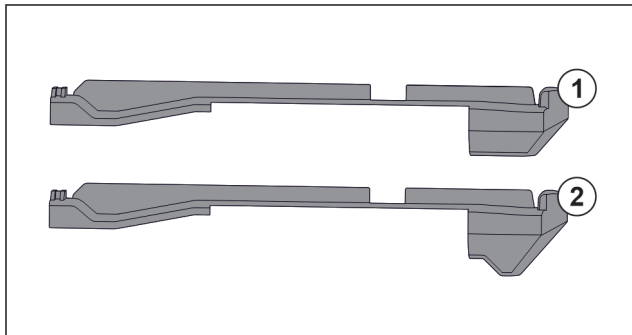

Fig. 108 Vergleich der Aufsteckteile
Im Gerät befinden sich zwei unterschiedliche Aufsteckteile. Das Aufsteckteil über dem untersten Schubfach Fig. 108 (2) hat eine dreieckige Kante. Alle anderen Aufsteckteile Fig. 108 (1) haben eine gerade Kante.
- ▶ Aufsteckteil Fig. 108 (2) mit der dreieckigen Kante über dem untersten Schubfach anbringen.
- ▶ Aufsteckteil Fig. 108 (1) mit der geraden Kante an allen anderen Stellen anbringen.